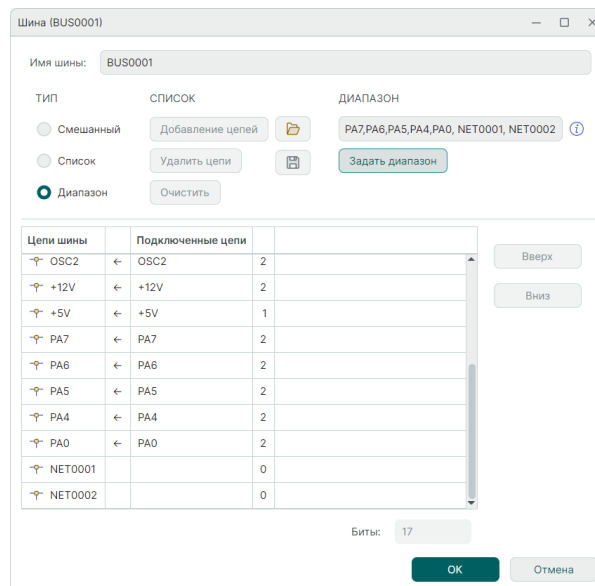

Рис. 171 Отображение списка созданных
- Зафиксируйте список цепей, нажав кнопку «ОК», см. Рис. 171.